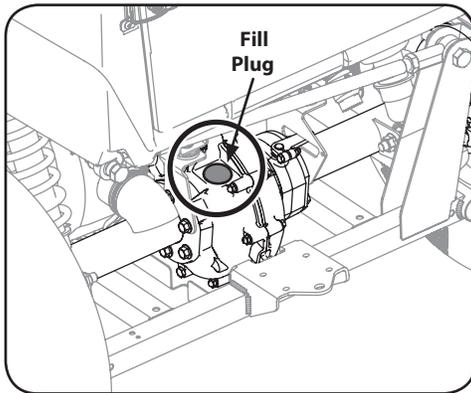

Figure 6-7
7. Remove fill plug. See Figure 6-7.
9. Re-Install fill plug. See Figure 6-7.